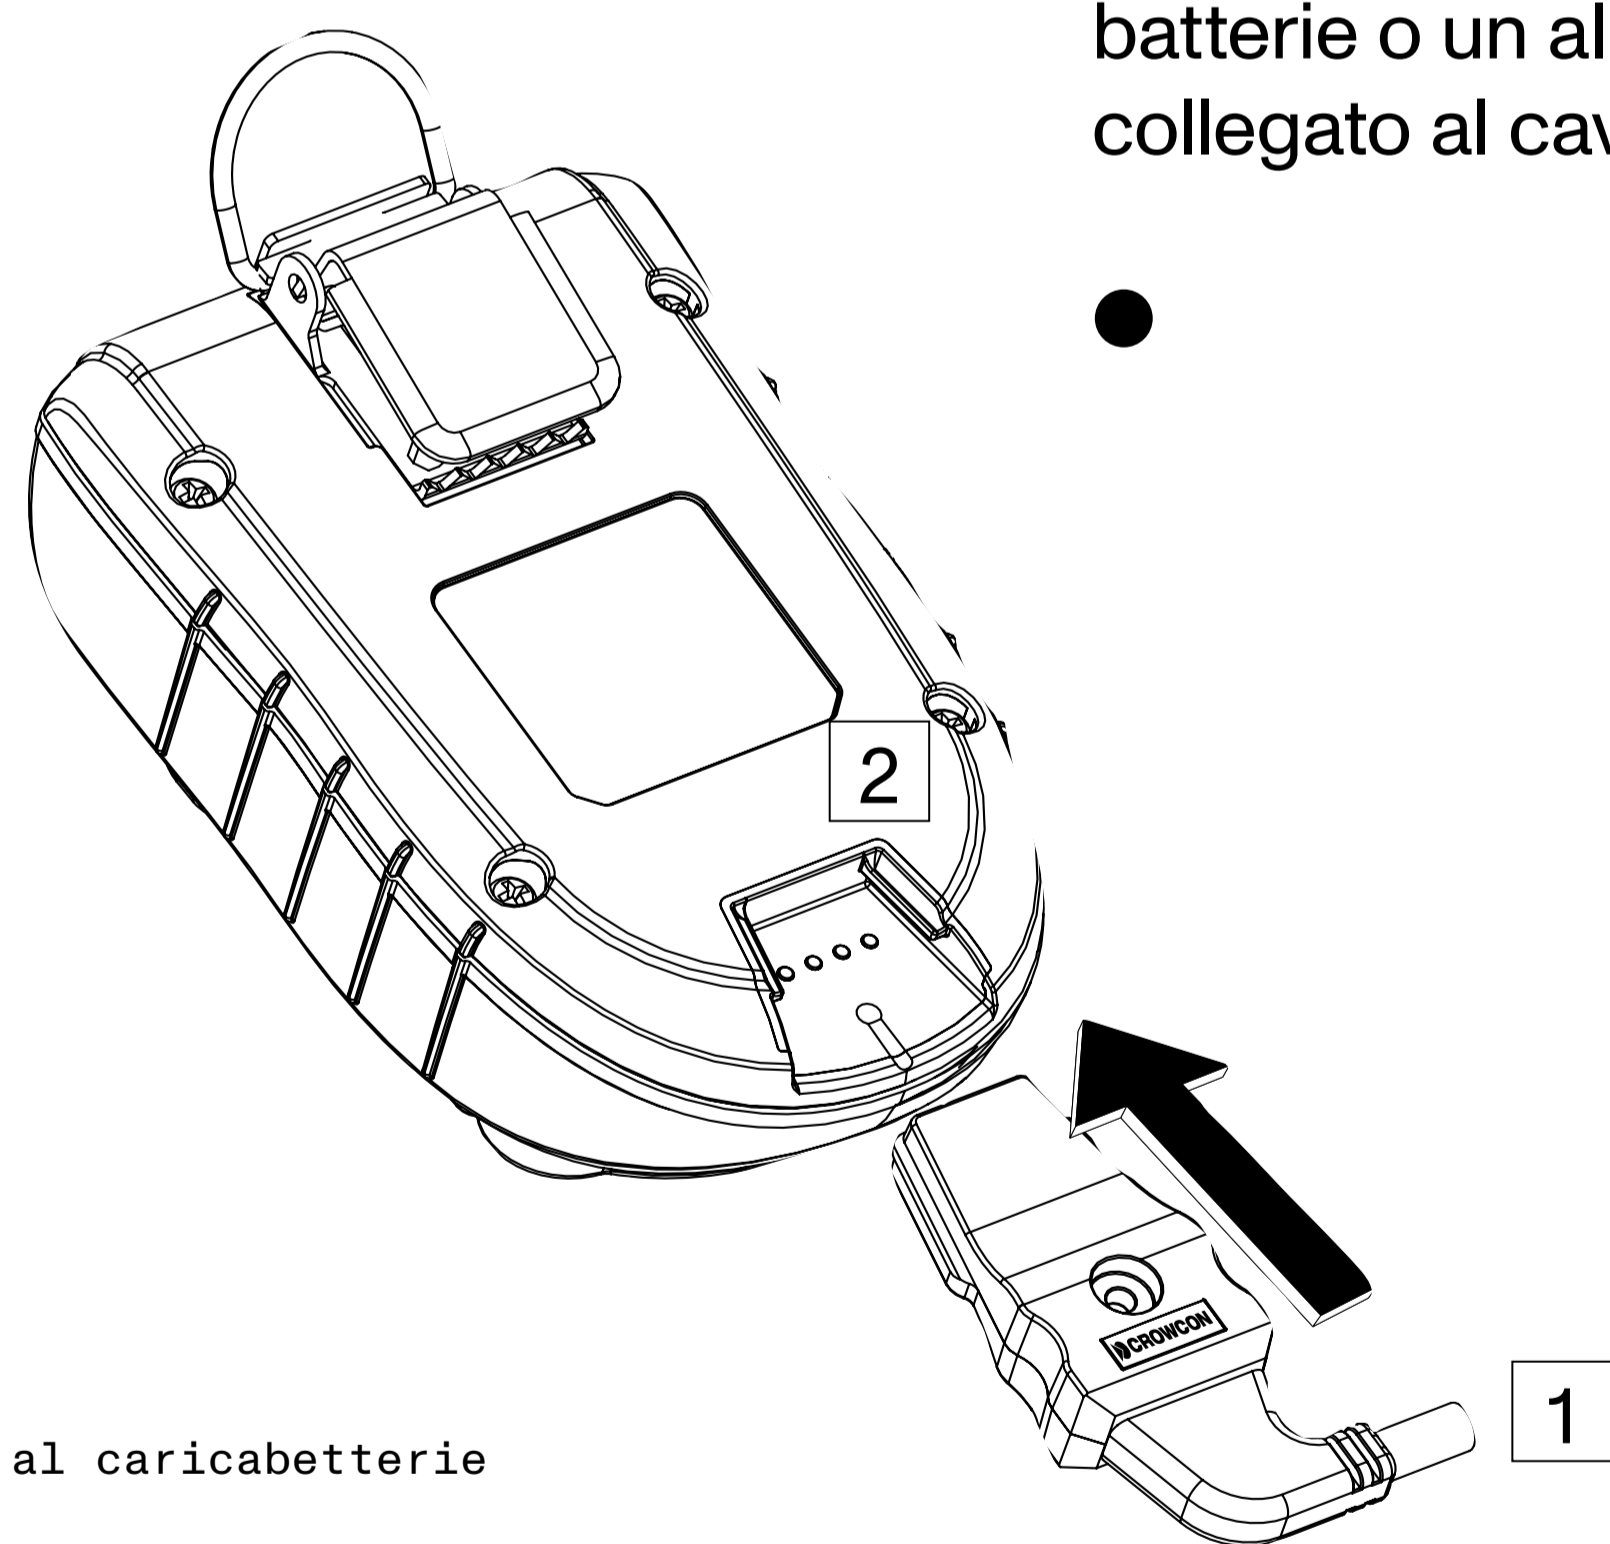

Figura 2:
La carica dovrebbe avvenire solo in zone non a rischio (sicure). Per caricare la batteria, basta inserire il cavo ① nella presa di carica ② sul Gas-Pro ed attivare l'alimentazione di corrente (vedere la Figura 2 sottostante). Se si usa un carica-batterie o un alloggiamento ricarica su veicolo, accertarsi che il Gas-Pro sia ben collegato al cavo di alimentazione.